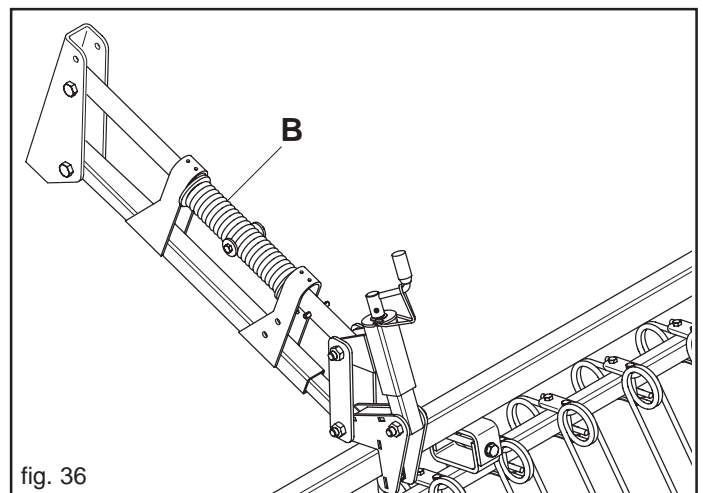

fig. 36
La pressione di lavoro dei denti a molle dell'erpice copriseme può essere variata mediante la rotazione della molla (B) posta sul braccio parallelo superiore (Fig. 36).